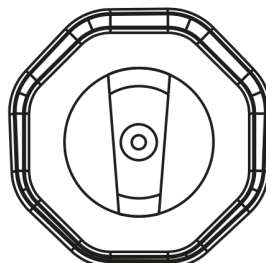

рис. 6
5. Переведите рычаг управления воздушной заслонкой в положение «закрыто» (рис. 6).